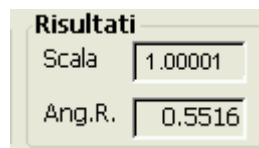

fig.100
12. terminata la registrazione dei punti di coordinate note controllare che il fattore di scala sia il più possibile vicino ad uno (maggiore è la distanza tra i punti, tanto più la scala dovrà avvicinarsi a 1) fig.100, inoltre se avete più di due punti noti vi verranno mostrati gli scarti ottenuti su ogni punto (fig.101)